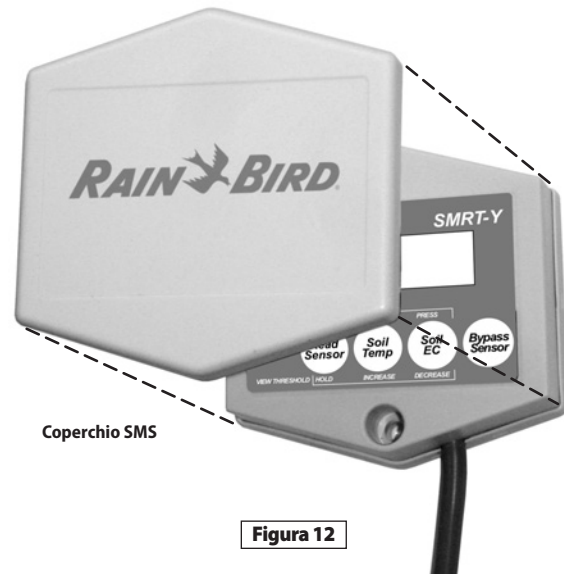

Figura 12
4. L'esposizione a lungo termine alla luce del sole diretta potrebbe danneggiare il display LCD di SMRT-Y. Utilizzare il coperchio protettivo (vedere Figura 12) se l'installazione è effettuata in una posizione esposta direttamente al sole.